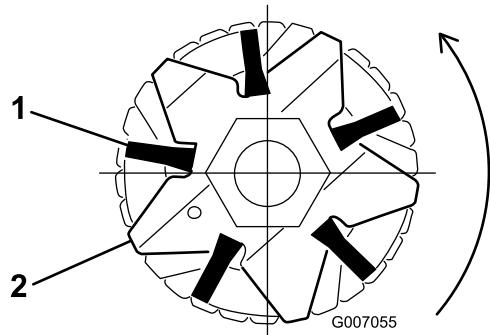
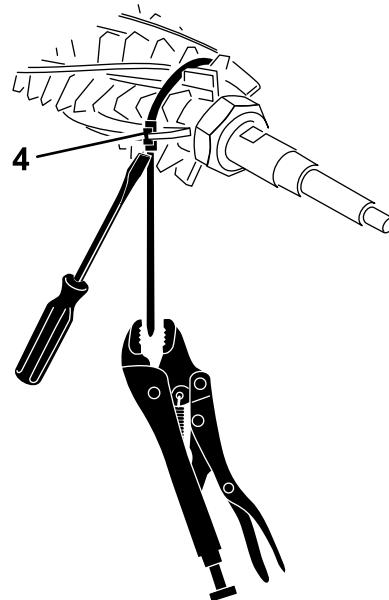

Figura 19
Figura 20
2. Verificate che le spazzole siano alloggiate nelle scanalature della lama grooming (Figura 19 e Figura 20).
3. Avvolgete le cinghie, senza serrare, come mostrato in Figura 20, attorno alle spazzole e all'albero del cilindro del grommer inserendo le cinghie nelle scanalature delle spazzole.
Nota: In caso di errato alloggiamento delle spazzole nelle scanalature della lama, allentate i dati di fissaggio della lama grooming a ogni estremità dell'albero, posizionate correttamente le spazzole nelle scanalature della lama e serrate i dati di fissaggio della lama grooming (Figura 20).
4. Premete il cacciavite sulla fibbia della cinghia, afferrando contemporaneamente la cinghia con la pinza di bloccaggio e tendendola in modo da bloccarla nelle scanalature della spazzola (Figura 20).
5. Tagliate la cinghia a circa 6,4 mm dalla fibbia e piegate la cinghia in eccesso sulla cinghia stessa (Figura 20)